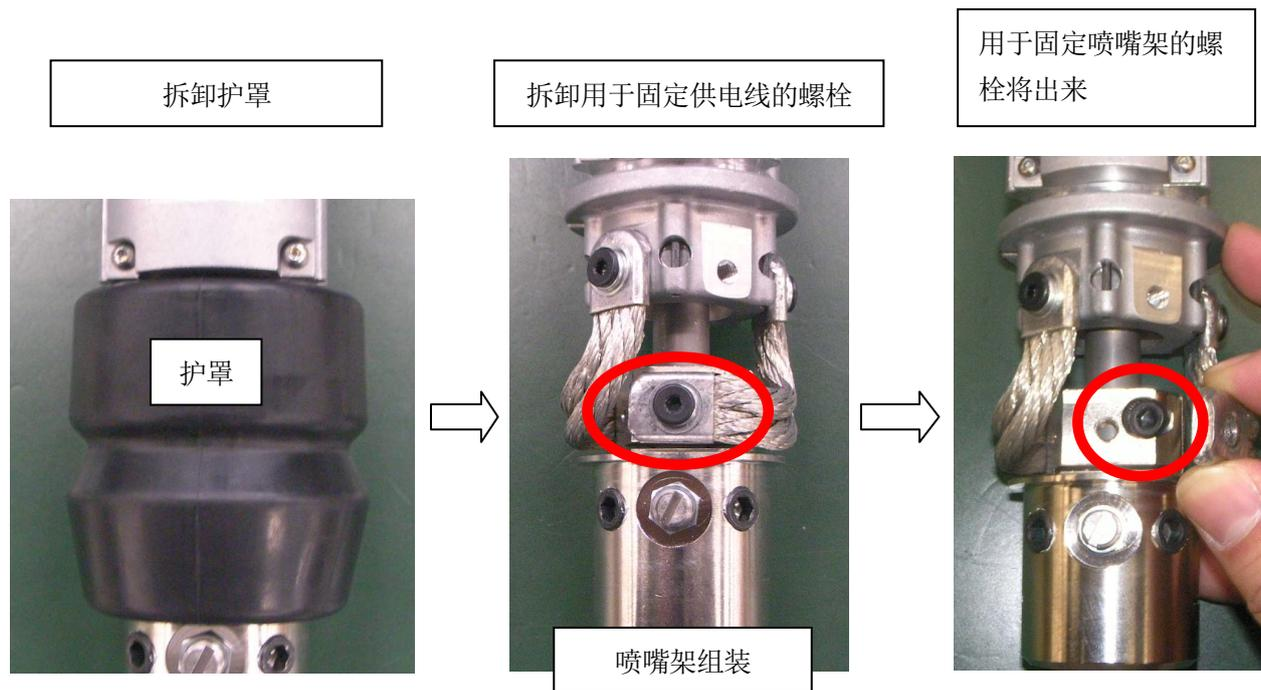

图 2.13 焊炬的左右调节方法
3. 如果焊炬末端在左右方向偏移的话, 参阅图2.13, 进行如下调节。